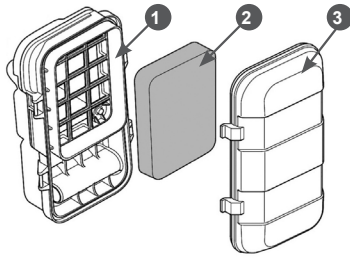

Рис. 14 Обслуживание воздушного фильтра
1. Нажмите на фиксаторы и снимите крышку 3 корпуса воздушного фильтра (Рис. 14).
2. Извлеките фильтрующий элемент 2 (Рис. 14).
5. Произведите очистку крышки 3 и корпуса 1 воздушного фильтра от грязи и пыли (Рис. 14).